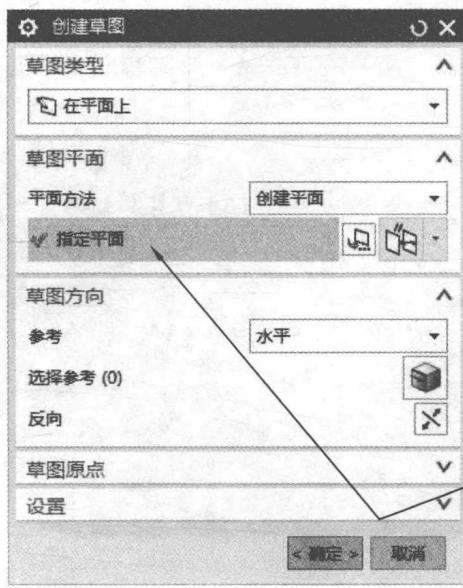
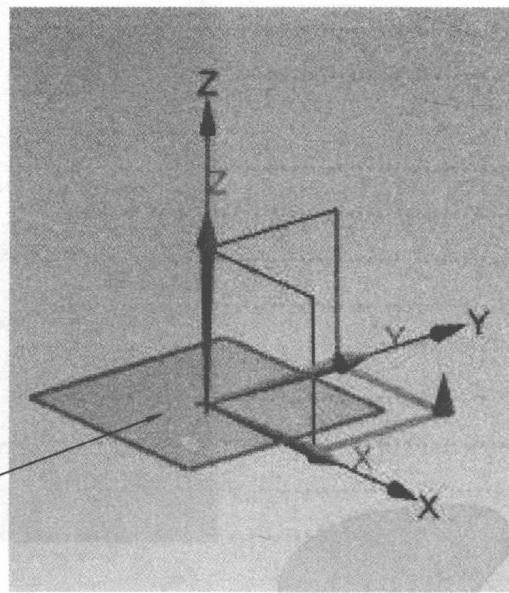

图 1-2 【创建草图】对话框
图 1-3 指定草图平面
- (1) 双击打开 UG NX 10.0 ，点击 ，名称输入【caotu1】，修改存储路径，点击【确定】按钮。
- (2) 点击 ，弹出图 1-2 所示的【创建草图】对话框，点击【指定平面】，指定图 1-3 所示的 X-Y 平面，点击【确定】按钮。